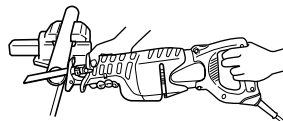

Fig. 20
- (1) Sujete firmemente una pieza de trabajo antes de la operación. (Fig. 20)
- (2) Cuando corte materiales metálicos, utilice un aceite para corte de metales apropiado (aceite para turbinas, etc.). Cuando no utilice un aceite para corte de metales líquido, aplique grasa sobre la pieza de trabajo.